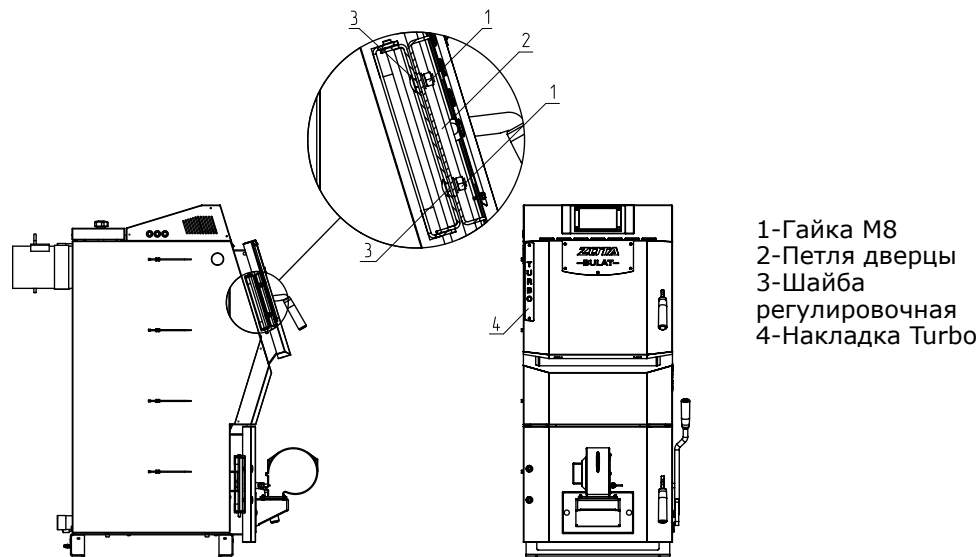

Рис. 8 Регулировки петли дверцы
7.5.12. Дверь загрузочная должна плотно прилегать к арке. Со временем уплотнительный шнур теряет свои первоначальные свойства, что приводит к нарушению газоплотности котла, для того что бы откорректировать положение дверей необходимо снять накладку «Turbo» (Рис.8 поз.4), через отверстия в обшивке дверец торцевой головкой 13мм произвести регулировку дверцы, открутив гайки М8 (Рис.8 поз.1) и извлечь шайбы регулировочные (Рис.8 поз.3) и закрутить гайки М8. В случае если корректировка положения двери не помогает замените уплотнительный шнур.